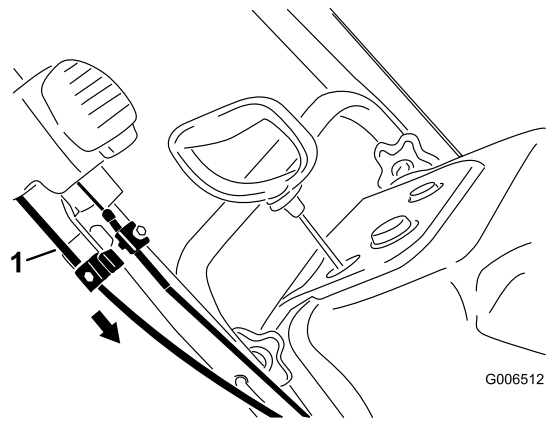

Bild 41
- Halten Sie den Auswurfkanal in der nach vorne zeigenden Position, ziehen Sie den Mantel des unteren Bowdenzugs nach unten, bis der Bowdenzug kein Spiel mehr hat. Ziehen Sie dann die Schraube an der unteren Kabelklemme fest (Bild 41).